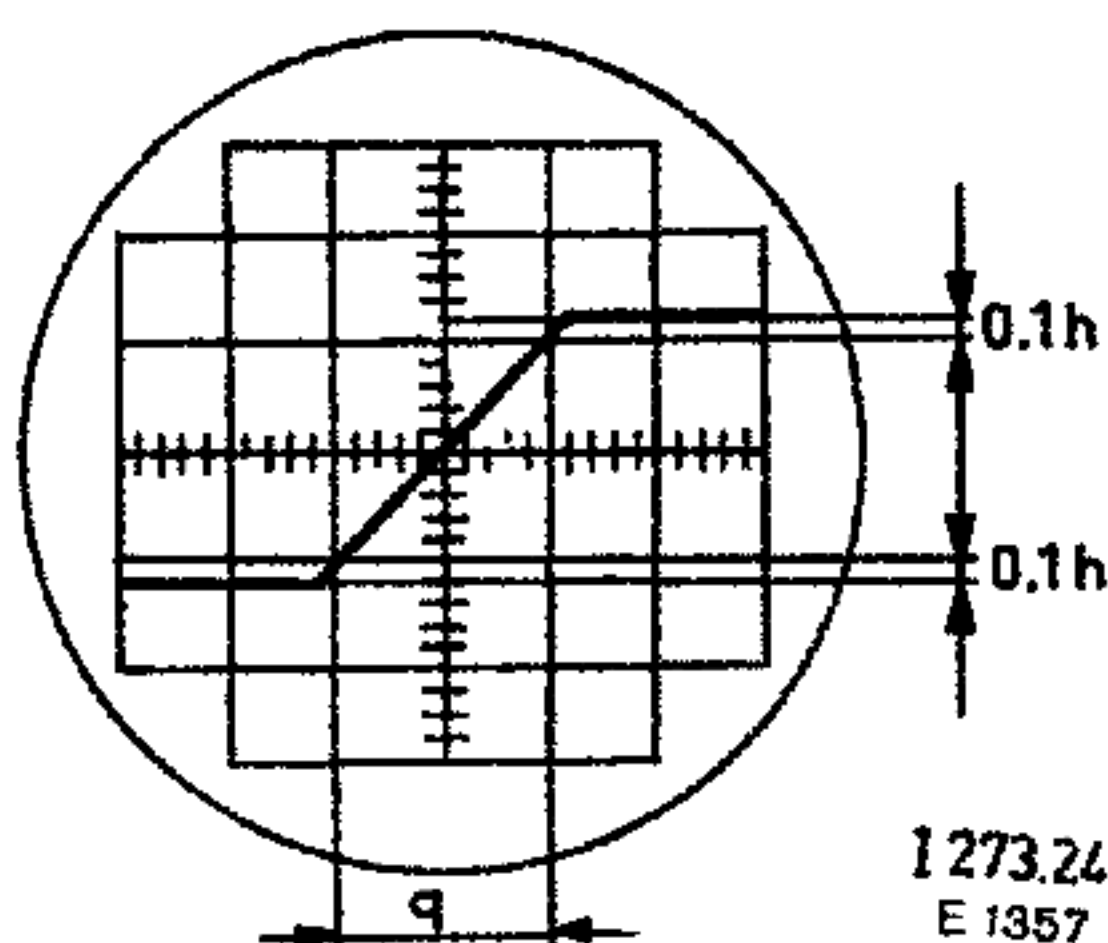

Fig. 9. Bepaling van de stijgtijd
- Meet de lengte q van de horizontale projectie van de helling tussen 0,1 h vanaf het dak van de impuls en 0,1 h vanaf de onderkant (fig. 9), b.v. 2 cm.